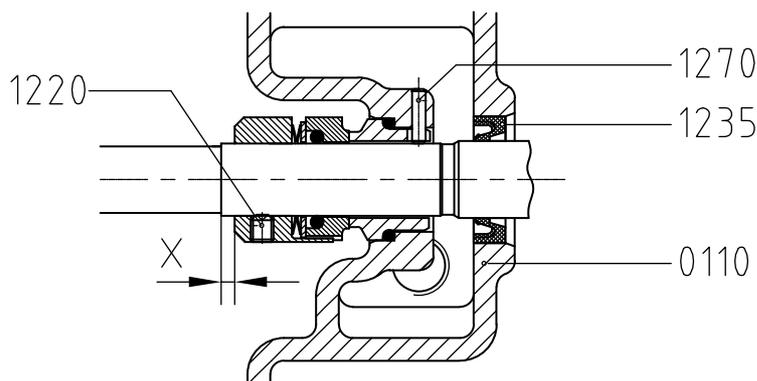

Abbildung 15: Einstellen der einfachwirkende Gleitringdichtung.
- 6 Die Position des Gleitrings auf der Pumpenwelle auf Maß X (siehe Abbildung 15 und zugehörige Tabelle) einstellen und mit Stellschraube (1220) festsetzen.